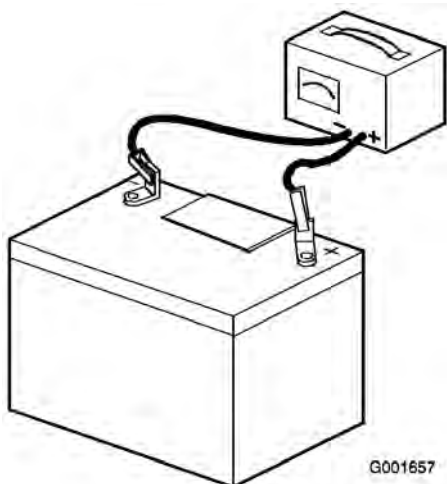

Figura 39
2. Quando la batteria è completamente carica, staccate il caricabatterie dalla presa elettrica e scollegate i cavi di ricarica dai poli della batteria (Figura 39).